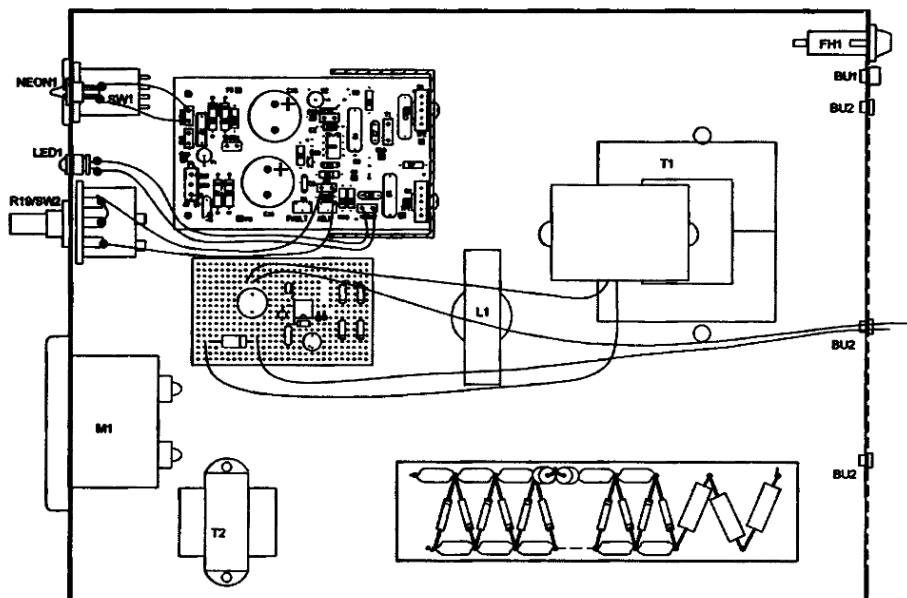

Рис. 8.11. Сборочный чертеж составных частей лазера с электрическими соединениями второй стадии
8. Соедините компоненты второй стадии, как показано на рис. 8.11, но используйте провод WR24 и скручивайте провода там, где они идут парой.